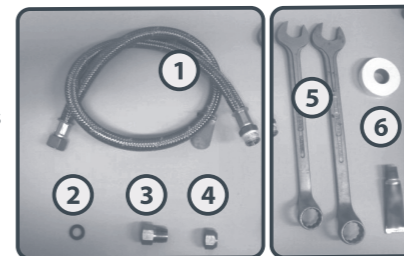

Fig. 15
- ▶ O seu produto possui um Timer Mecânico que se encontra no painel de comando (Fig. 15).